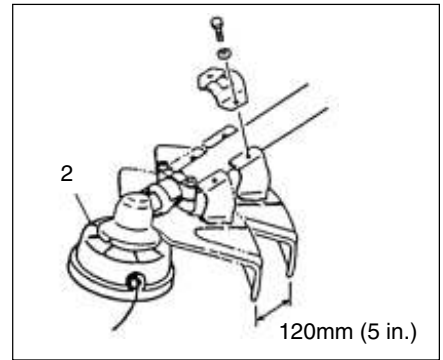

Fig. 1-8C
When using a trimmer head (2), locate the guard above the angle transmission. (Fig. 1-8C)
Quando si usa una testina tosaerba (2), posizionare il coprilama al di sopra dell'ingranaggio concorrente. (Fig. 1-8C)
Quando usa el cabezal recortador (2), coloque el protector sobre la transmisión del ángulo. (Fig. 1-8C)
Lorsque l'on utilise une tête de coupe (2), veuillez positionner le carter de protection audessus du renvoi d'angle. (Fig. 1-8C)
Bei Einsatz eines Trimmerkopfes (2) den Messerschutz über dem Winkelgetriebe positionieren. (Fig. 1-8C)
Vid användning av trimmeren (2) skall skyddet monteras ovanför vinkeltransmissionen. (Fig. 1-8C)